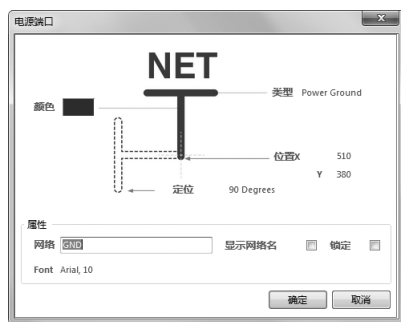

图 3-13 “电源端口”对话框
(1) 选择菜单栏中的“放置”→“电源符号”命令，或单击“布线”工具栏中的 (GND 端口) 或 (VCC 电源端口) 按钮，或按快捷键〈P〉+〈O〉，此时光标变成十字形状，并带有一个电源或接地符号。
(2) 移动光标到需要放置电源或接地符号的地方，单击鼠标即可完成放置。此时光标仍处于放置电源或接地的状态，重复操作即可放置其他的电源或接地符号。
(3) 设置电源和接地符号的属性。在放置电源和接地符号的过程中，用户可以对电源和接地符号的属性进行设置。双击电源和接地符号或在光标处于放置电源和接地符号的状态时按〈Tab〉键，弹出如图 3-13 所示的“电源端口”对话框，在该对话框中可以对电源或接地符号的颜色、类型、位置、旋转角度及所在网络等属性进行设置。